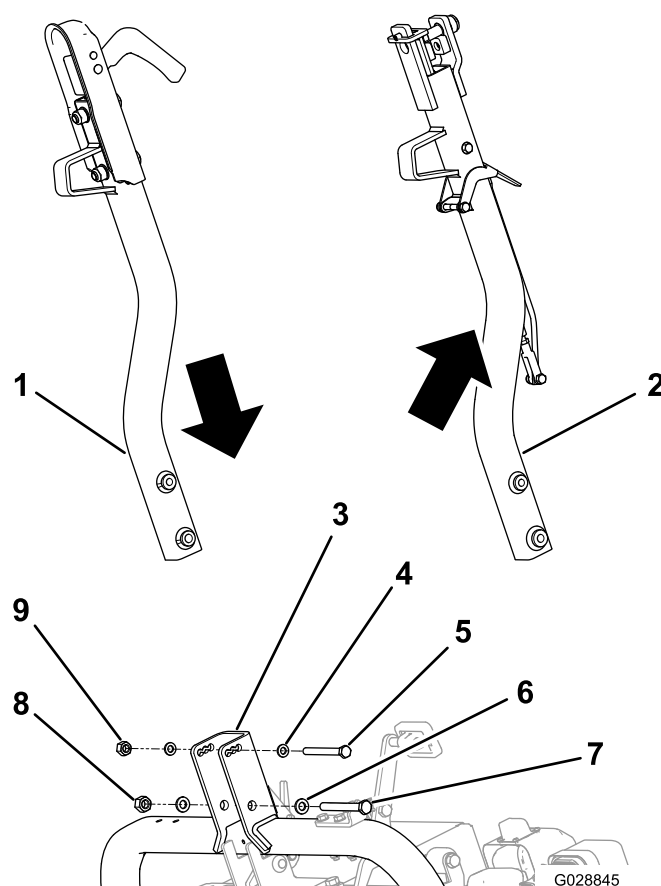

Figura 1
1. Retire os parafusos, anilhas e porcas de bloqueio que prendem o engate existente e retire o engate (Figura 1).